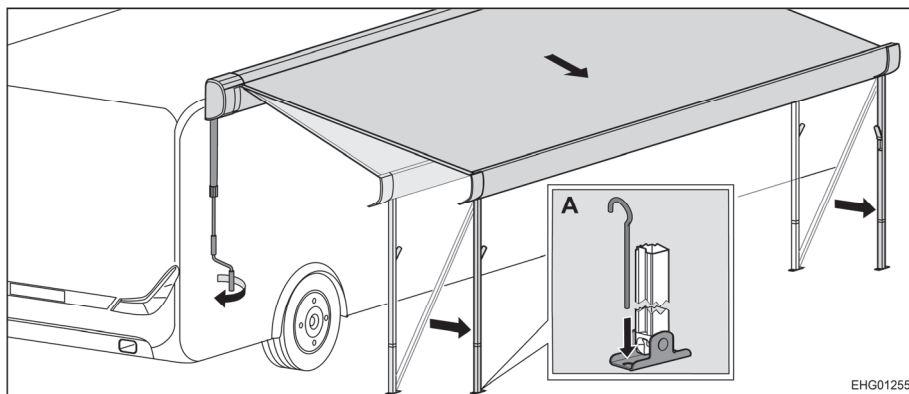

Fig. 22 Placer le store extérieur en position finale
- Fixer les pieds d'appui dans le sol avec des piquets (Fig. 22,A).